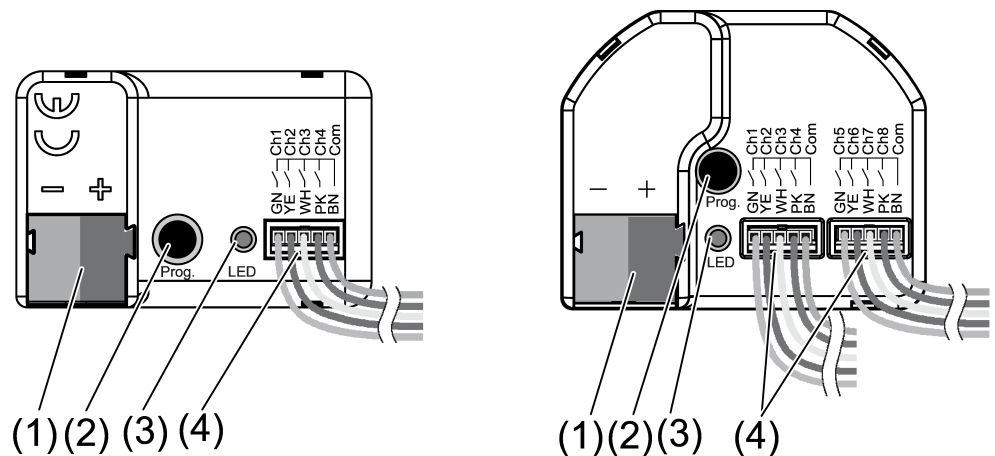

Figura 1: Struttura dell'apparecchio
- Collegare il bus con un morsetto di connessione KNX alla connessione KNX (1) (Vedi figura 1).